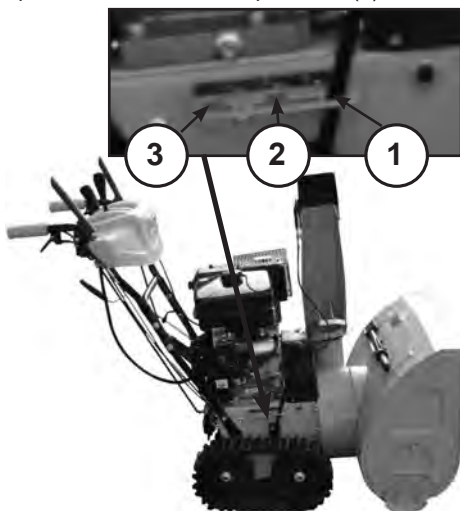

Рис.28
Кроме ползков для регулировки высоты кожуха шнека, снегоотбрасыватель оборудован механизмом установки рабочего положения снегоотбрасывателя, который приводится в действие рычагом (1) Рис.28.